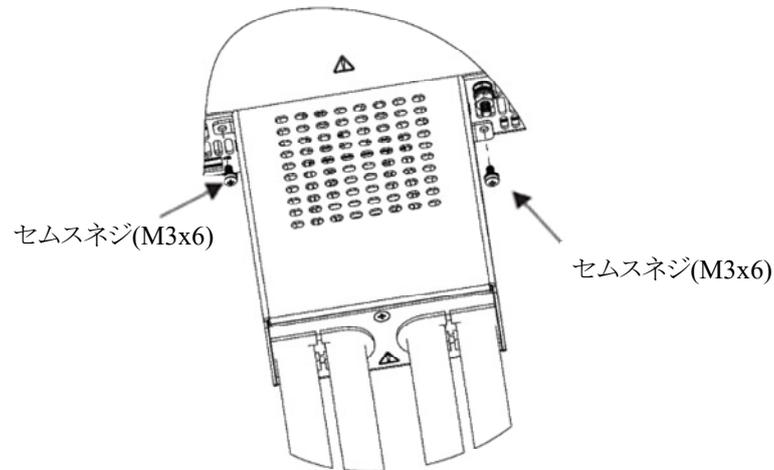

図4-33 出力端子カバーのリアパネルへの取り付け方法
3. 図4-33に示すようにM3×6セムスネジ(製品に添付されています)を使用して、電源のリアパネルに出力端子カバーを取り付けます。